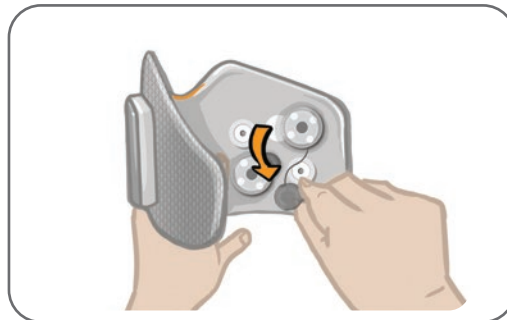

Ilustración 11-9: Retirada de las bases de electrodos usadas
3. Quite de la banda las bases de electrodos usadas. Consulte la ilustración 11-9.